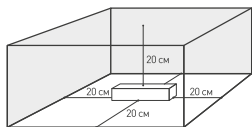

Рис. 2. Свободное пространство вокруг источника
- 4.4. Не нагружайте источник питания более чем на 95% от его максимальной мощности. Учитывайте, что с повышением температуры окружающей среды, максимальная мощность источника питания снижается, см. график зависимости на рис. 2.